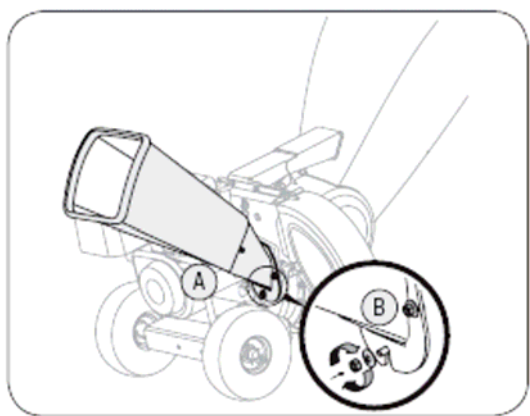

Figure 6
3. Совместите лоток измельчителя и приварные шпильки так, чтобы паз в нижней части лотка встал в нужное положение (смотри рисунок 6).